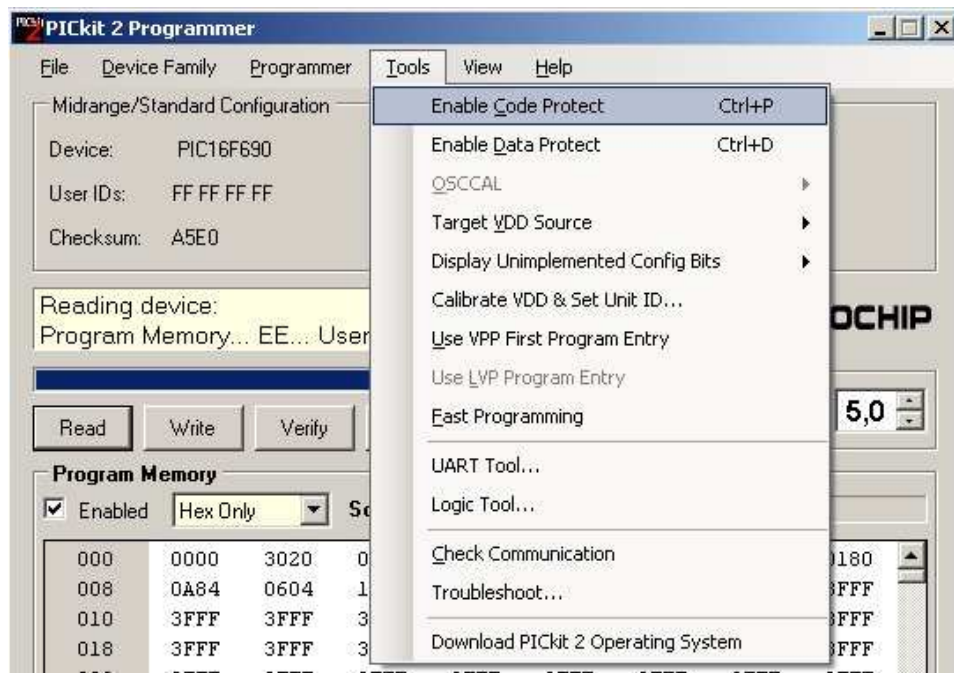

Рисунок 2.15. Включение защиты кода.
2. Включить защиту кода (меню **Tools**→**Enable Code Protect**, **рис. 2.15**) и/или защиту EEPROM (меню **Tools**→**EnableData Protect**)